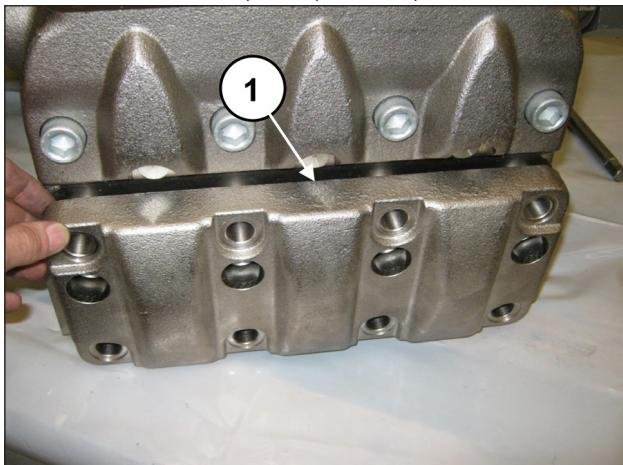
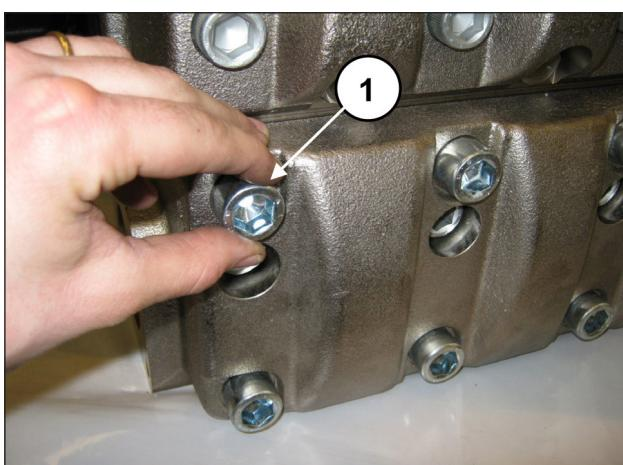

Abb. 154
Abb. 155
Bringen Sie nach Montage der Saugventilgruppen den Saugventildeckel an (Pos. ①, Abb. 154) und ziehen Sie die 8 Schrauben M18x50 fest (Pos. ①, Abb. 155).